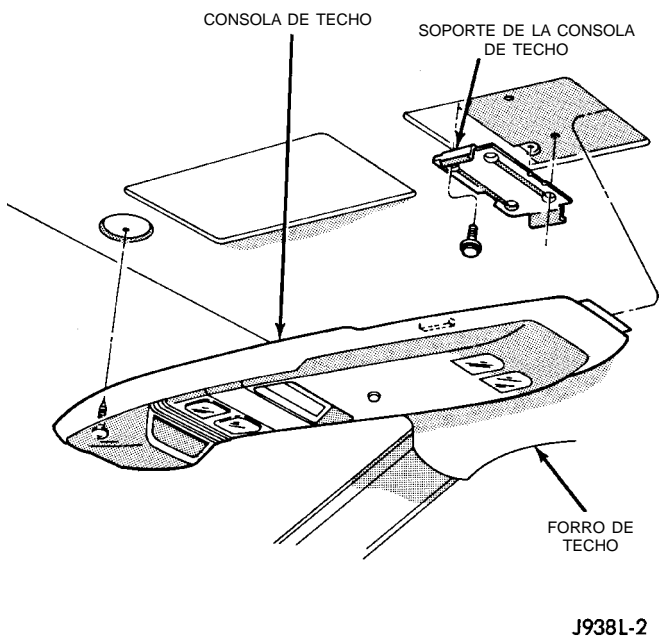

Fig. 3 Desmontaje/instalación de la consola de techo - versión larga
(1) Desconecte y aisle el cable negativo de la batería.
(2) Retire el tornillo de instalación en la parte delantera de la unidad de visor (Fig. 3).